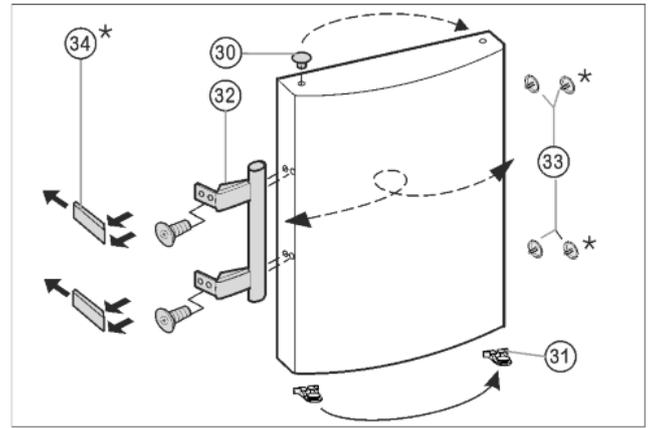

Fig. 8
- ▶ Извлеките пробку Fig. 8 (33) из опорной втулки дверцы и переставьте.
- ▶ Снимите и переставьте на противоположную сторону дверную ручку Fig. 8 (32), пробку Fig. 8 (33) и прижимные пластины* Fig. 8 (34).